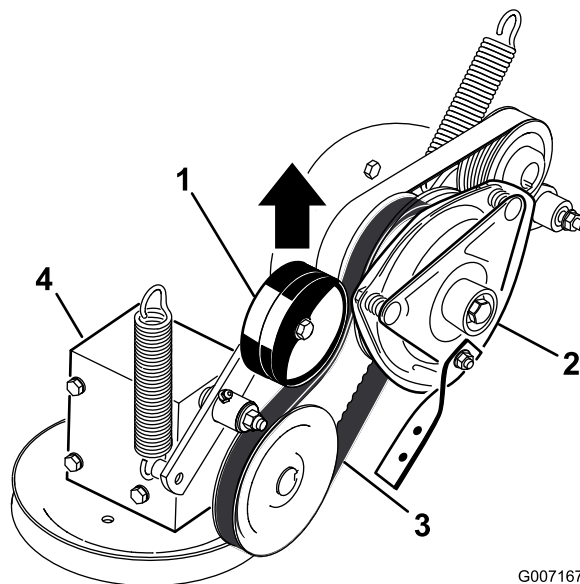

Рисунок 80
5. Потяните вверх подпружиненный натяжной ролик ремня привода ВОМ и снимите ремень со шкива муфты (Рисунок 80).
17. Потяните вверх подпружиненный натяжной ролик ремня привода ВОМ и установите ремень на ролик муфты (Рисунок 80).